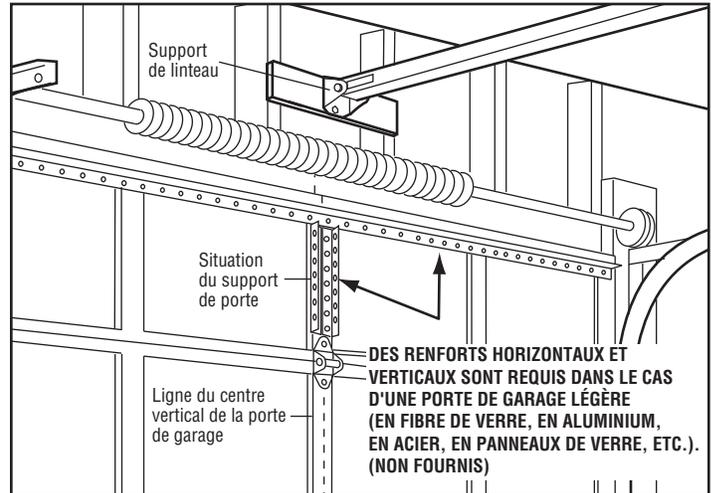

Figure 1
1. S'assurer que la porte du garage est complètement fermée. Tirer la poignée de déclenchement d'urgence pour détacher le chariot extérieur du chariot intérieur. Reculer le chariot extérieur (en l'éloignant de la poulie) d'au moins 20 cm (8 po), comme illustré aux Figures 1, 2 et 3.
2. Fixer la biellette droite sur le chariot extérieur à l'aide d'un axe de chape de 5/16 de po x 1 po. Faire tenir l'axe de chape en place avec un anneau d'arrêt (Figure 1).